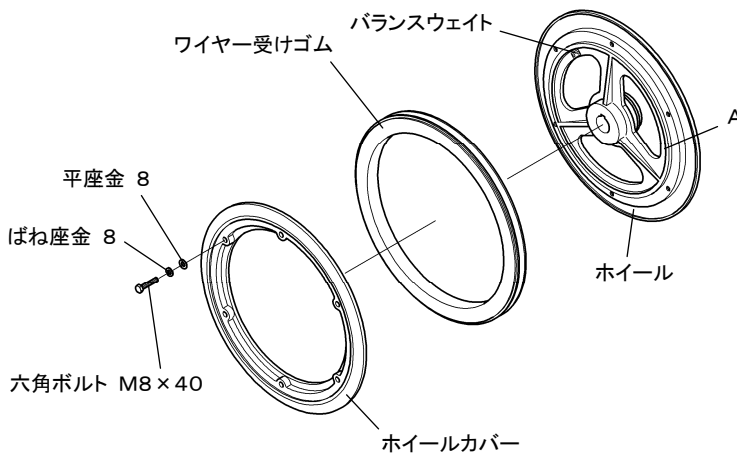

図1
- ③ ホイールカバーとホイールのゴムリング取付け部を清掃し、よごれ、傷、へこみ、バリ、ひび割れ等のない事を確認後、ホイールにゴムリングをはめ込んでください。
- ④ ホイールカバーとホイールを、位置合わせのためにつけたしるしに必ず合わせて、円周に沿って均等に押込み、ワイヤー受けゴムがはみ出していない事を確認し、ホイールカバーの内周がホイールのA部(図1)外周にはまっている事を確認してください。